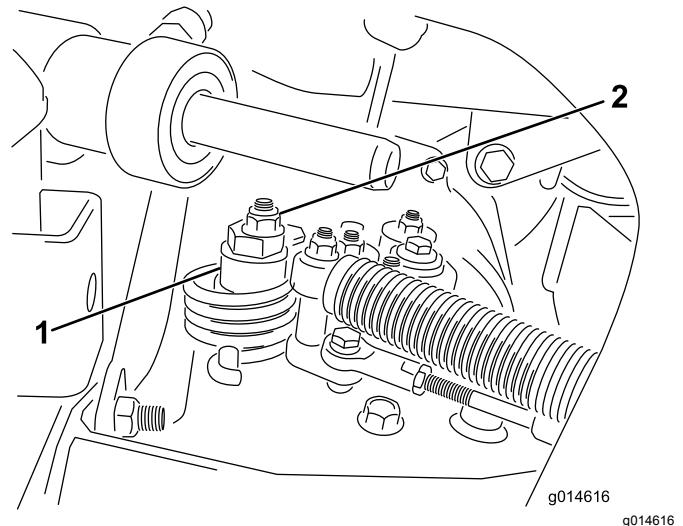

Figura 32
- A. Afloje la tuerca que sujetá el excéntrico a la parte superior del hidrostato (Figura 32).
- C. Gire el excéntrico hasta que no haya movimiento en ningún sentido. Cuando la rueda deje de girar, apriete la tuerca para bloquear el excéntrico y el ajuste (Figura 32). Compruebe el ajuste con el acelerador en las posiciones LENTO y RÁPIDO.